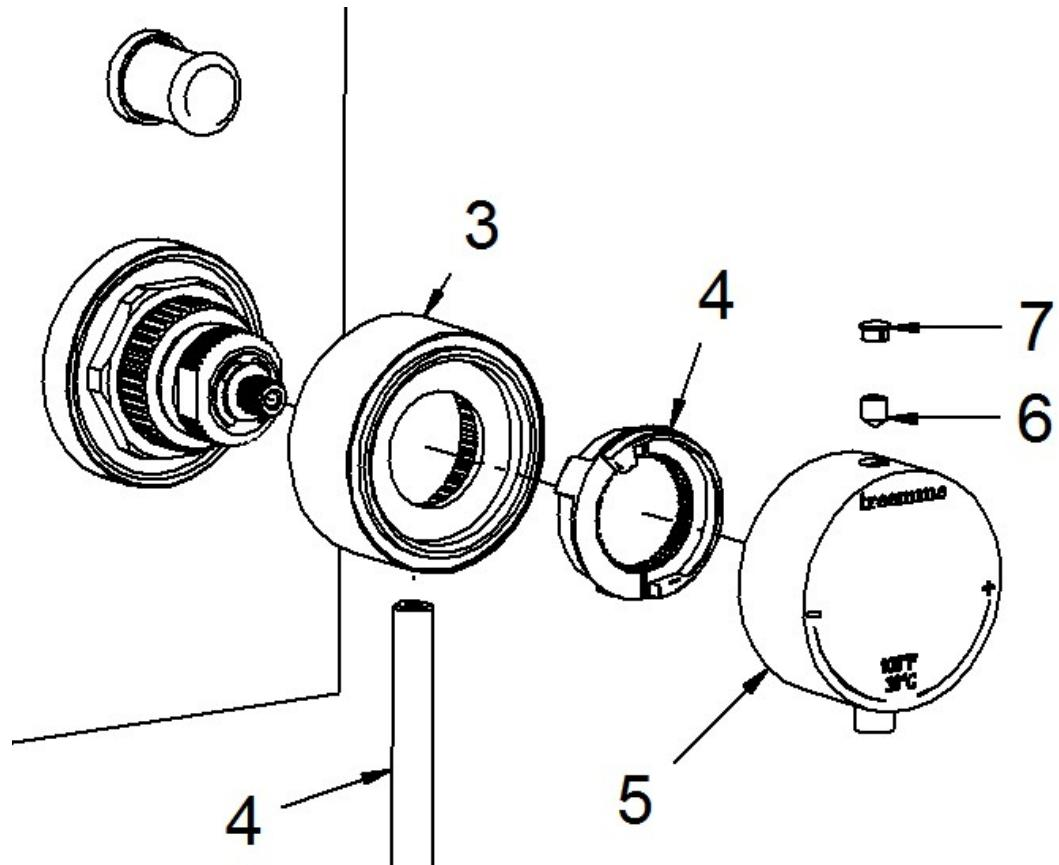

Fig. 2
Inserire la maniglia di portata (3) nella cartuccia assicurandosi che la leva (1) sia perfettamente verticale verso il basso, inserire l'articolo (4) rispettando le Fig. 2 e 3
Insert the flow handle (3) in the cartridge making sure that the lever (1) is perfectly vertical downward, insert the article (4) respecting the Fig. 2 and 3
Insérez le flux poignée (3) dans la cartouche en vous assurant que le levier (1) est suspendu verticalement vers le bas, monter l'article (4) en respectant la figure 2 et 3